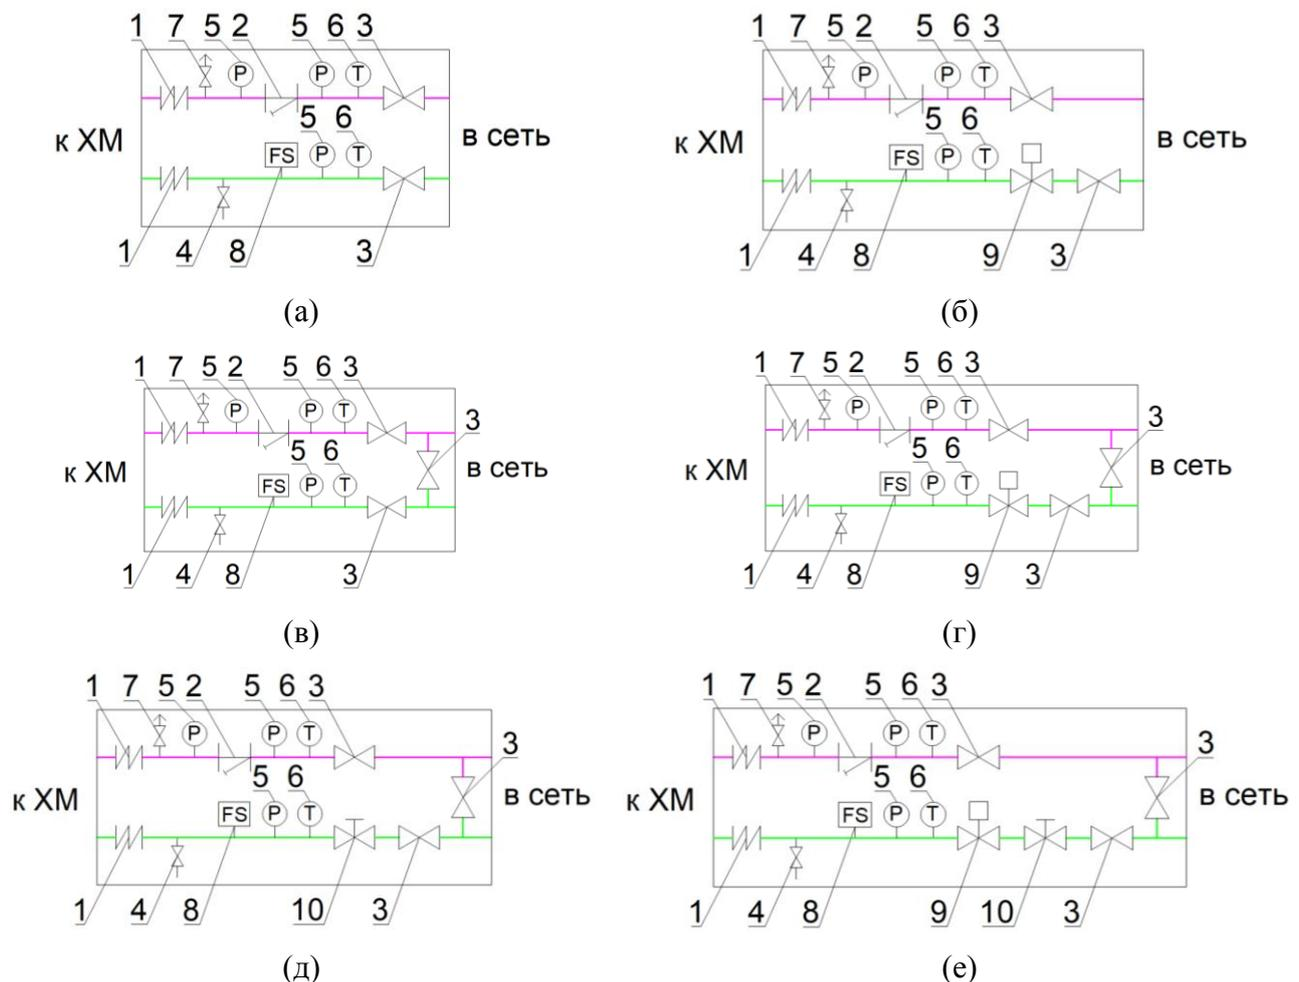

Рис. 2. Принципиальные схемы блока подключения испарителя (БПИ) в различных исполнениях:
4.2. Блок подключения испарителя (БПИ) входит в состав любого БХЦ. Принципиальные схемы различных исполнений БПИ приведены на рис. 2.